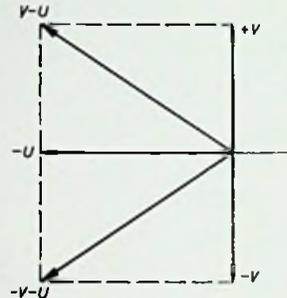

Bild 6. Farbzeiger des „MATRIX“-Signals des „PM 5508“
Zur Überprüfung der Matrix dient das Signal „MATRIX“. Es besteht aus einer völlig korrekten PAL-Information (Bild 6), und zwar aus den vier Balken +V-U, -U, +V, 0 mit jeweils gleichem Grauwert. Dieses Signal erlaubt die Kontrolle der sogenannten 45°-Ein-
stellung. Mit anderen Worten: Stimmen die Verstärkungsfaktoren (8) und (9) sowie die Grünmatrix (14)? Da nämlich das Signal  $\pm V-U$  (Bild 6) durch den Empfänger-PAL-Schalter (7) in +V-U zurückgewandelt wird, steht diese Information senkrecht auf dem Zeiger (G-Y). Also erscheint am (G-Y)-Ausgang der Matrix ein Nullsignal. Das ist mit dem Oszillografen am Ausgang (14) direkt zu erkennen. Auf dem Bildschirm enthält jedoch der erste Balken auch rote und blaue vom Y-Signal herrührende Leuchtpunkte. Schaltet man nun die beiden Elektronensysteme der Bildröhre für Blau und Rot ab, dann muß die noch sichtbare Grünkomponente im ersten Balken gleichbleiben, wenn man den Sättigungseinsteller (1) auf- und zudreht.